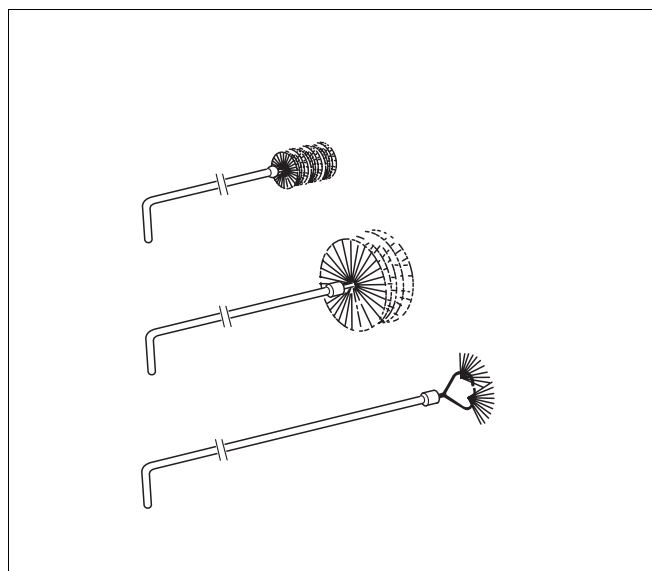
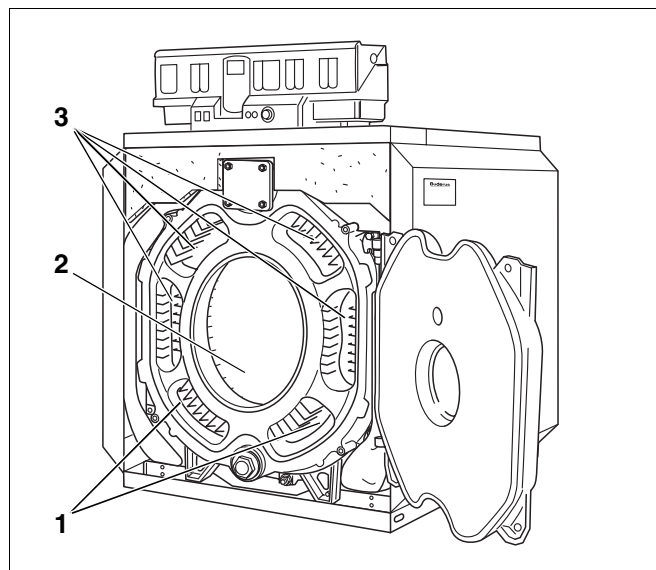

Рис. 53 Щетки для чистки
Рис. 54 Чистка дымовых каналов
- Фирма **Buderus** предлагает различные типы щеток, показанные на рис. 53 (дополнительная комплектация).
- Газоотводящие каналы (рис. 54, **поз. 1 и 3**) следует прочищать щетками 1 и 2 (рис. 53) спереди назад.
- Остальные поверхности топочной камеры (рис. 54, **поз. 2**) чистят щеткой 2.
- Нижние каналы дымовых газов чистят спереди щеткой 2 (рис. 54, **поз. 1**).